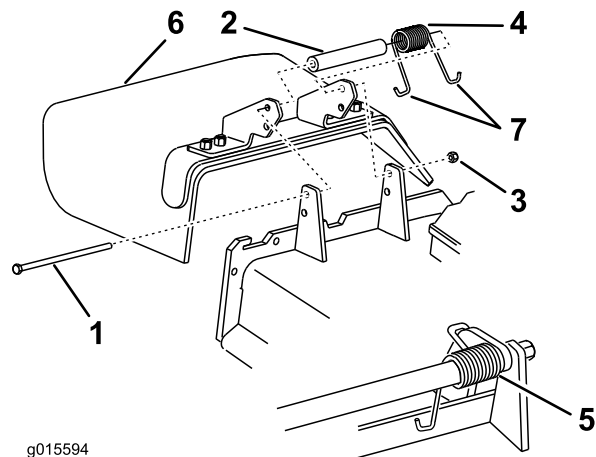

Figure 133
Remarque: Prenez soin de placer une extrémité en J du ressort derrière le bord du tablier avant de mettre le boulon en place, comme montré à la Figure 133.
6. Placez une extrémité en J du ressort autour du déflecteur d'herbe (Figure 133).
1. Retirez le contre-écrou, le boulon, le ressort et l'entretoise qui fixent le déflecteur aux supports de pivot (Figure 133).
2. Enlevez le déflecteur s'il est endommagé ou usé (Figure 133).